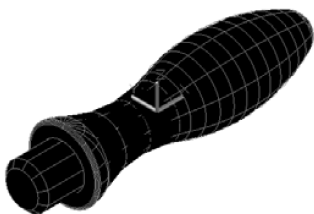

图 10-13 真实图
(4) 真实 (R): 着色多边形平面间的对象, 并使对象的边平滑化。如果已为对象附着材质, 将显示已附着到对象的材质。图 10-13 所示是 UCS 坐标和手柄的真实图。